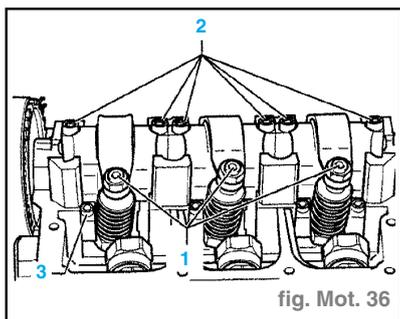

fig. Mot. 36
- Desserrer les contre-écrous des vis de réglage (1) et dévisser les vis de réglage jusqu'à ce que le culbuteur respectif vienne en appui sur le ressort de poussoir de l'injecteur-pompe (fig. Mot. 36).